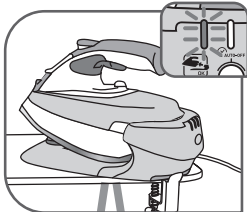
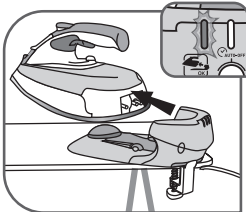

Fig.8
Fig.9
- A lábazat mögötti kezelőtáblán lévő zöld jelzőlámpa – **fig.8.** villog, jelezve, hogy a vasaló melegszik. Amikor a jelzőlámpa folyamatosan világít – **fig.9.**, a vasaló használatra kész.
- A zöld jelzőlámpa villog: a vasaló melegszik – **fig.8.**
- A zöld jelzőlámpa folyamatosan világít: a vasaló kész – **fig.9.**